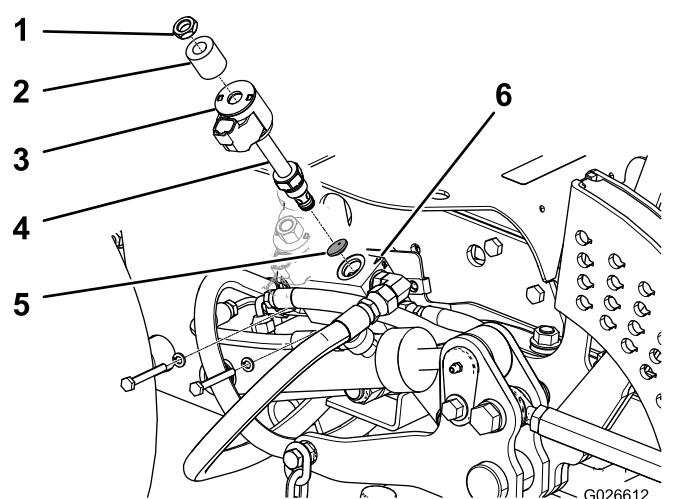

図 10
- E. 昇降バルブマニホールドから、スペーサ、コイル、ソレノイドバルブを取り外す 図 10。
- F. マニホールドの開口部分にオリフィスディスクを挿入する。面取りされている側を内側に向けて挿入すること 図 10。
- H. ソレノイドバルブに、コイル/スペーサアセンブリを取り付ける 図 10。
- I. コイル/スペーサーセンブリをソレノイドバルブにナットで固定し 図 10 ナットを  $7\text{N}\cdot\text{m}$   $0.7\text{kg}\cdot\text{m} = 5\text{ft-lb}$  にトルク締めする。